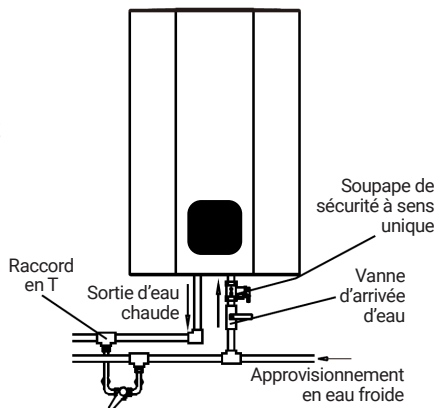

Figure 4
- (8) Si les utilisateurs souhaitent une alimentation en eau multicanal, ils peuvent connecter le tuyau d'eau selon la méthode illustrée à la figure 4.
- (9) Après avoir confirmé que les valeurs nominales des compteurs d'électricité, des fils, des interrupteurs, des prises et des fusibles du système d'alimentation électrique répondent aux exigences de consommation électrique de ce produit, connectez une prise de position appropriée pour alimenter le chauffe-eau électrique. La hauteur d'installation de la prise de courant à partir du sol ne doit pas être inférieure à 1,8 m.